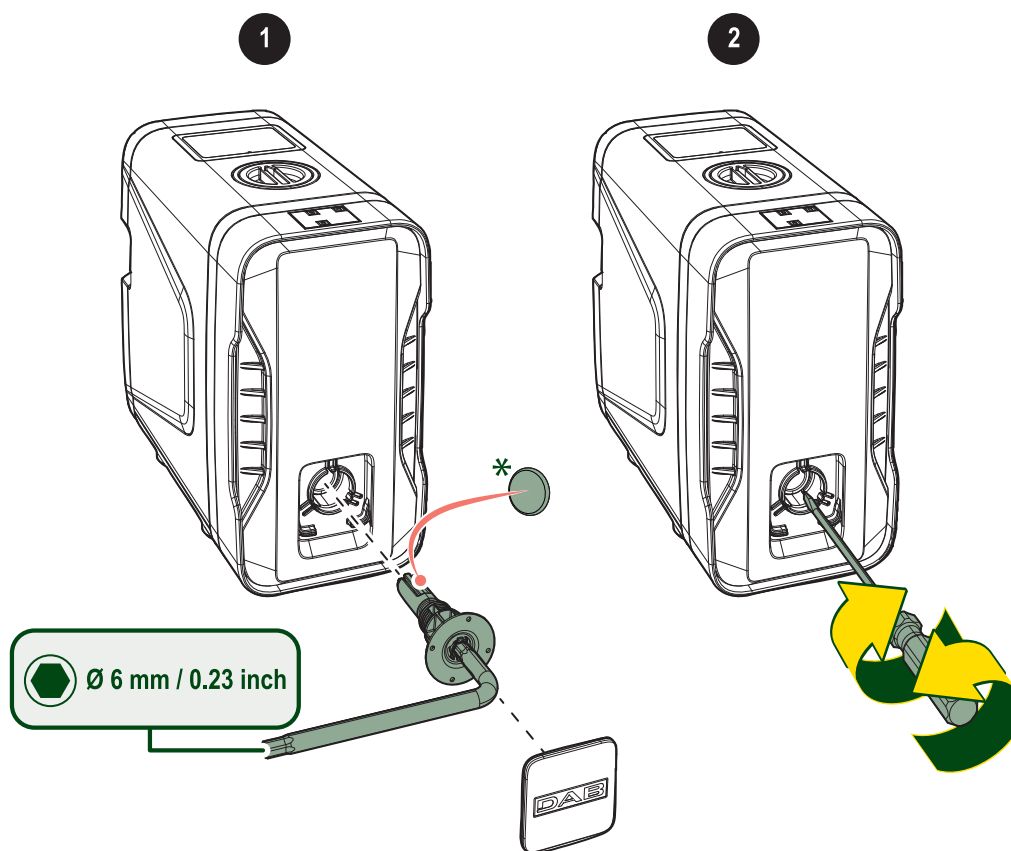

Fig. 21 Accesso albero motore
- rimuovere il tappo di accesso all'albero motore con chiave a brugola 6 mm (vedi Fig. 21 Accesso albero motore)